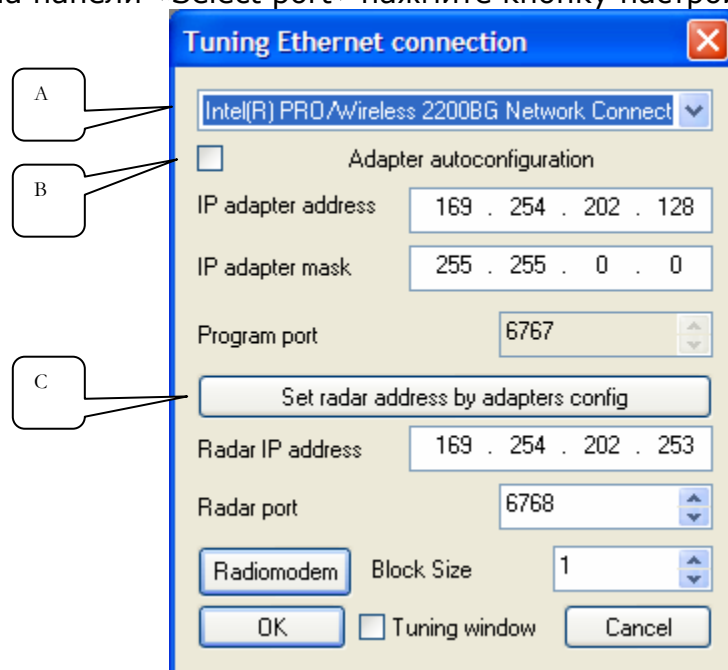

Рисунок 3.5.13. Панель "Tuning Ethernet connection" для РМ-2
15. На открывшейся панели «Tuning Ethernet connection» в списке адаптеров выберите Wireless connection (A) (Рисунок 3.5.13).
16. Снимите отметку с пункта «Adapter autoconfiguration» (B).
17. При необходимости приведите адрес георадара в соответствие с конфигурацией беспроводного адаптера кнопкой «Set radar address by adapters config» (C).